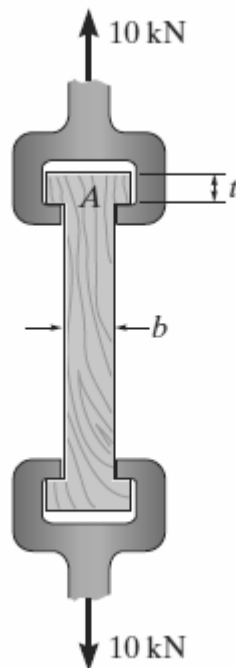

Figura 2.14
2.2.8 A amostra de madeira da Figura 2.14 tem 50 mm de largura e está submetida a uma tração de 10 kN. A madeira tem uma $\sigma_{adm} = 12 \text{ MPa}$ e $\tau_{adm} = 1,2 \text{ MPa}$. Determinar as dimensões b e t .